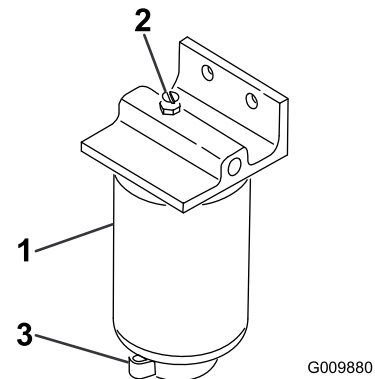

Figura 47
2. Afloje la válvula de vaciado en la parte inferior del cartucho del filtro (Figura 47).
1. Limpie la zona de montaje del cartucho del filtro (Figura 47).